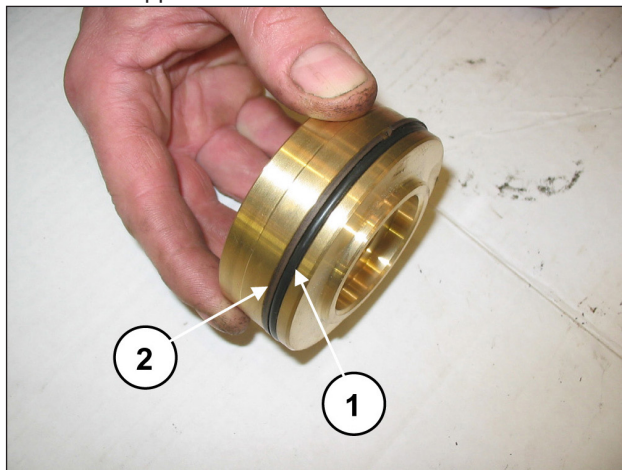

Abb. 104
Montieren Sie den O-Ring, Pos. 17 Explosionszeichnung (Pos. ①, Abb. 104) und den Stützring, Pos. 21 Explosionszeichnung (Pos. ②, Abb. 104) auf die Druckventilkappe.